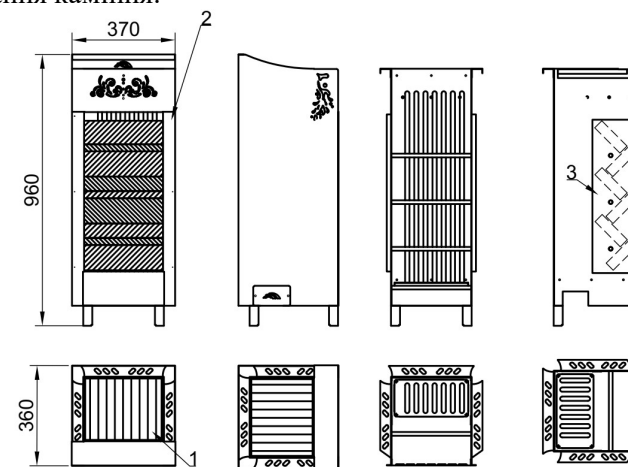

Рисунок 2 – Електрокам'янка ЕКС Пороги
6.5 Для безпечної доставки ЕКС камені на лицьовій стороні поставляються окремо. Для встановлення каменів на штатне місце слід зняти ємність для укладання каміння (рис. 2 (1)), відкрутити саморізи на лицьовій стороні приладу та зняти передній кожух вверх (рис. 2 (2)). У боковій частині внутрішнього кожуха відкрутити гайки, що тримають бокову панель, та вставити каміння у спеціальні посадочні місця (рис. 2 (3)). Після встановлення каміння у зворотному напрямку збирається камянка, встановлюється бокова панель та закручуються гайки до упору. Одягнути кожух та встановити корону для укладання каміння.